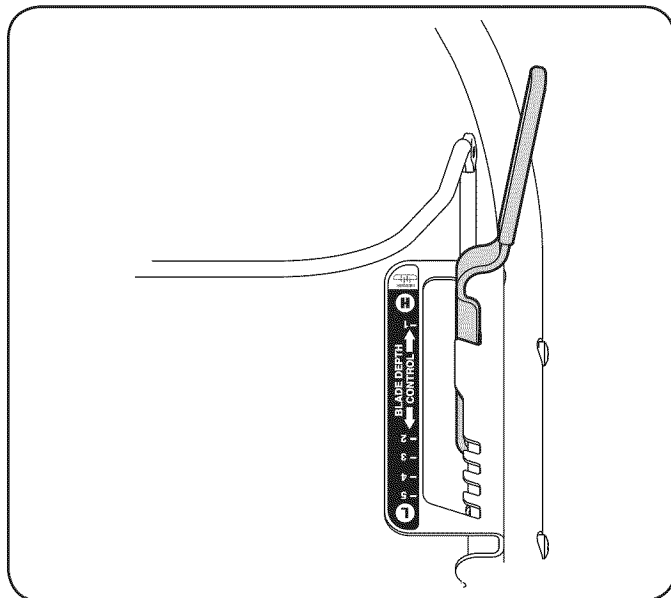

Figura 10
2. Coloque la palanca de ajuste de la altura en la ranura que corresponda; 2 es la posición más alta y 5 la más baja. Las posiciones 3, 4 y 5 no son necesarias hasta que las cuchillas están demasiado gastadas para utilizarlas en la posición 2. La profundidad de corte óptima es ⅛ de pulgada. Vea la Figura 10.